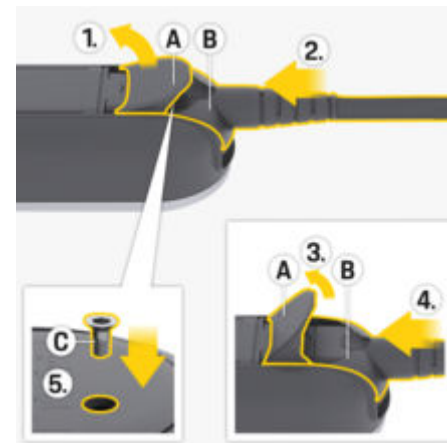

Рис. 122 Кріплення мережного кабелю та фіксація штекера
1. Відкрийте кришку **A** (Рис. 122) приблизно на 15 градусів (лише так, щоб штекер **B** (Рис. 122) увійшов у панель керування).
2. Вставте штекер **B** (Рис. 122) до першого упору в панель керування.
3. Повністю відкрийте кришку **A** (Рис. 122).
4. Повністю вставте штекер **B** (Рис. 122).
5. Повністю закрийте кришку **A** (Рис. 122) і закріпіть її гвинтом **C** (Рис. 122).